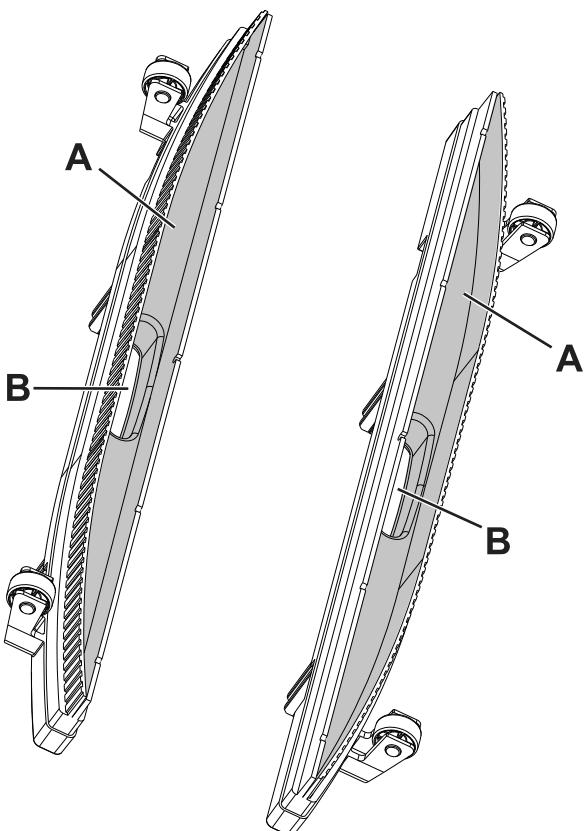

Рис. 9
2. С помощью ручки (15) снимите контейнер с бачками (13) с корпуса машины.
3. Поднимите корпус машины, чтобы получить доступ к нижней части чистящей платформы (16).
4. Снимите планки швабры (20), потянув за них.
5. Очистите и промойте планки швабры. В частности, очистите отсеки (A, Рис. 9) и отверстие (B). Проверьте скребки на предмет целостности, порезов и потертостей; при необходимости замените планки швабры.